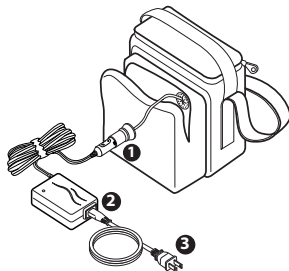

Fig. 1: Ladda batteriet
1. Anslut biladapterränden till laddaren i batteripaketets uttag som finns i väskans framfack. Se fig. 1.